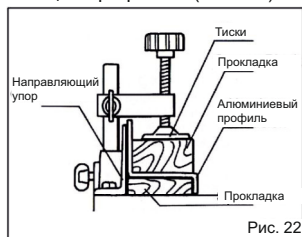

Рис. 22
- При резке алюминиевого профиля используйте смазку для резки, чтобы предотвратить налипание алюминия на диск. Используйте прокладки или куски металла, чтобы предотвратить деформацию алюминия при фиксации профилей. (Рис. 22)